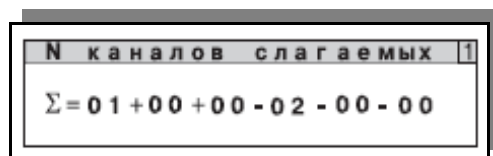

Рисунок 2.42 — Изображение окна «N каналов слагаемых»
Для определения суммы (разности) однотипных параметров тепловой энергии из меню КАНАЛ qn войти в подменю N КАНАЛОВ СЛАГАЕМЫХ, рисунок 2.42. При помощи
Например: если значение шестого параметра вычисляется по формуле $q_6 = q_1 - q_2$, то индексы однотипных системных параметров для формулы (1) при использовании кнопок «▲», «▼», «◀», «▶», ВВОД следует записать в виде $\{X1, X2, X3, X4, X5, X6\} = \{1, 0, 0, 2, 0, 0\}$, рисунок 2.42.